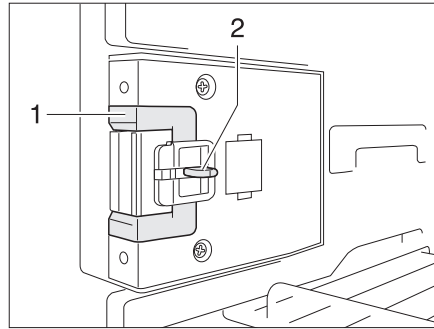
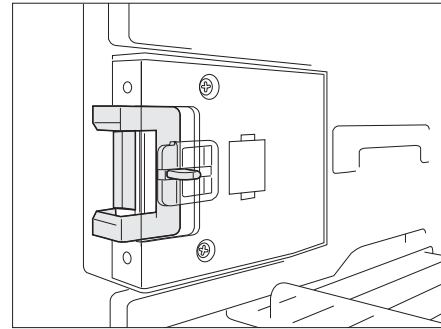

Fig. 330 Dispositivo di chiusura in posizione normale
Fig. 331 Dispositivo di chiusura in posizione di ricircolo d'aria
- Premere il dispositivo di sblocco (Fig. 330,2).
- Spingere il dispositivo di chiusura (Fig. 330,1) in avanti (Fig. 331).